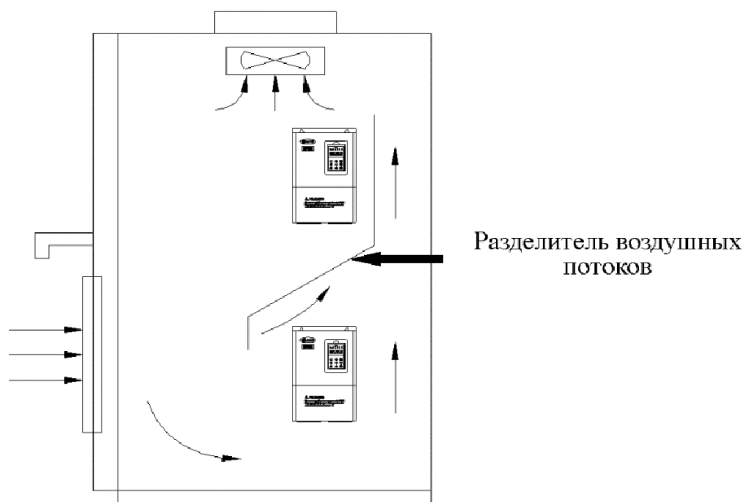

Рисунок 3-2 – Установка нескольких частотных преобразователей в одном электротехническом шкафу.
(3) При монтаже нескольких преобразователей необходимо устанавливать разделители воздушных потоков между ними (рис. 3-2).